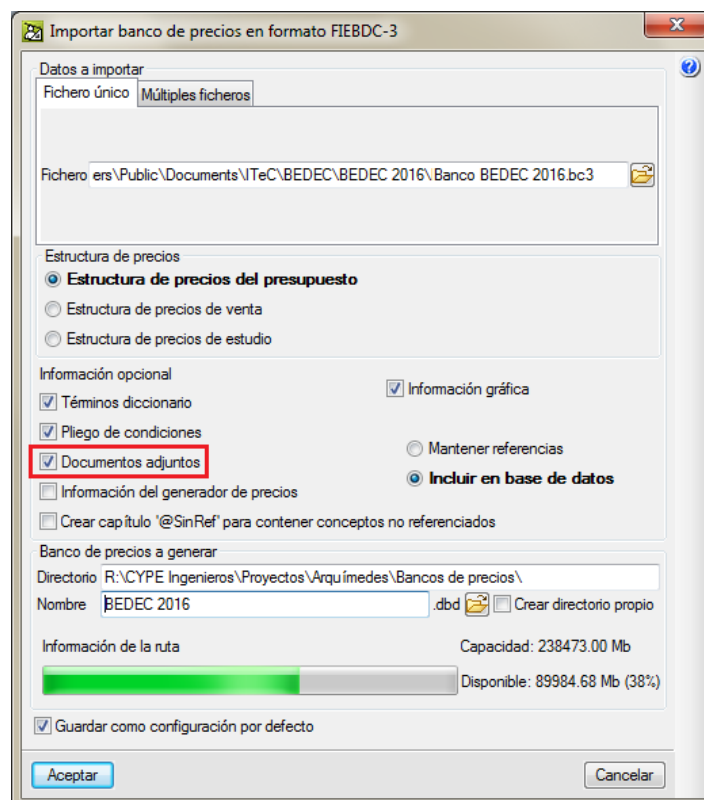

Fig. 2.6
Por ejemplo, en la Fig. 2.6 se puede ver el diálogo de Importación de un banco de precios.
- O los que se imprimen desde documentos asociados al Generador de precios de la construcción, opción del menú **Archivo > Imprimir** (Fig. 2.6).